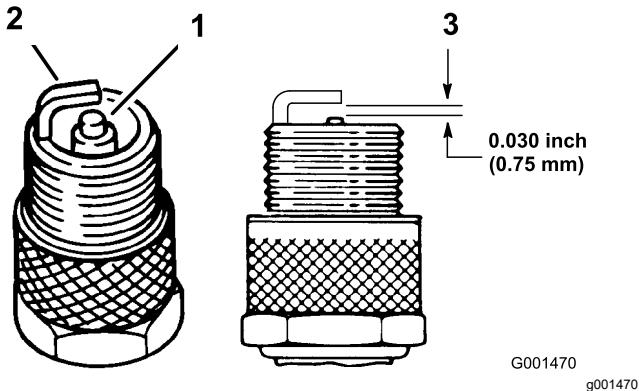

Figura 24
1. Controllate il centro delle candele (Figura 24). Se l'isolatore è di color marrone chiaro o grigio, il motore funziona correttamente. Una patina nera sull'isolatore significa in genere che il filtro dell'aria è sporco.
2. Controllate la distanza tra gli elettrodi centrale e laterale (Figura 24). Piegate l'elettrodo laterale (Figura 24) se la distanza non è corretta.
3. Collegate i cappellotti alle candele (Figura 24).